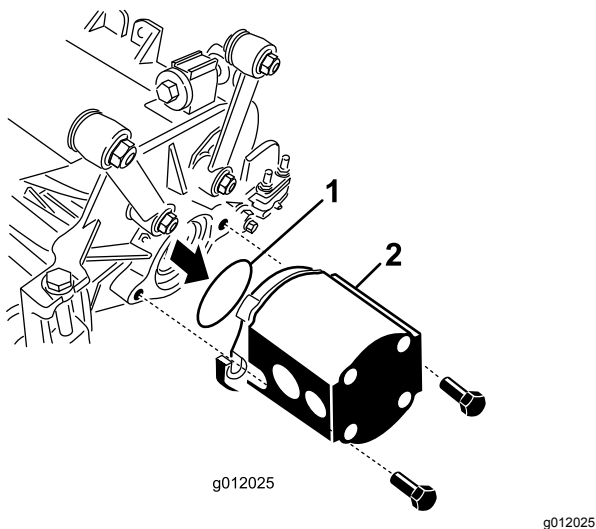

Рисунок 24
5. Установите уплотнительное кольцо (поставляемое в комплекте с режущим блоком) на фланец двигателя привода (**Рисунок 24**).
6. Установите двигатель на приводной конец режущего блока и закрепите его 2 колпачковыми винтами, входящими в комплект режущего блока (**Рисунок 24**).